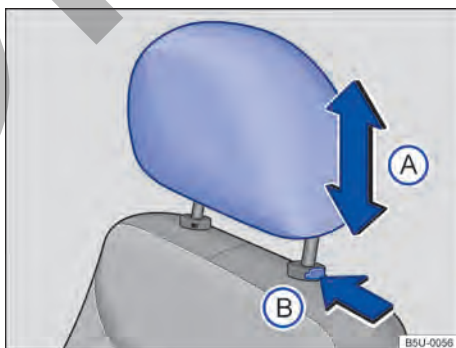

Fig. 60 Apoyacabezas delantero: ajustar.
- Empujar el apoyacabezas hacia arriba o hacia abajo en el sentido de la flecha → fig. 60 (A) → ⚠️ en *Introducción al tema* de la pág. 69.